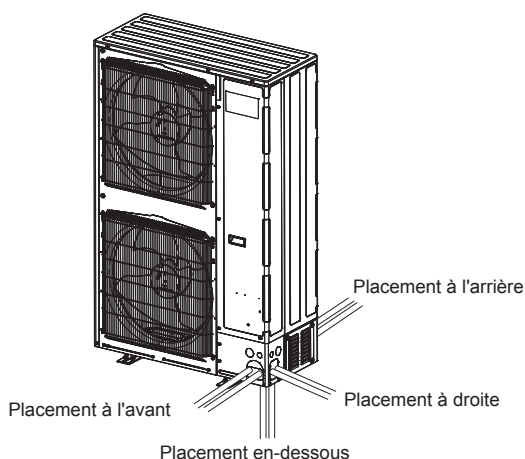

Fig. 4-11
- ① Effectuer les raccordements des tuyaux de réfrigérant de l'appareil intérieur/extérieur lorsque la vanne d'arrêt de l'appareil extérieur est complètement fermée.
- ② Faire le vide d'air de l'appareil intérieur et des tuyaux de raccordement.
- ③ Fixez les cache-tuyaux avant et arrière de manière à ce qu'ils correspondent à chacune des directions par lesquelles passe la tuyauterie. (Fig. 4-11)
- Lorsque vous acheminez les tuyaux à l'aide d'un cache-tuyau, découpez l'orifice défonçable dans le cache-tuyau (B ou D) en suivant la rainure, et enveloppez les tuyaux. (Fig. 4-11)